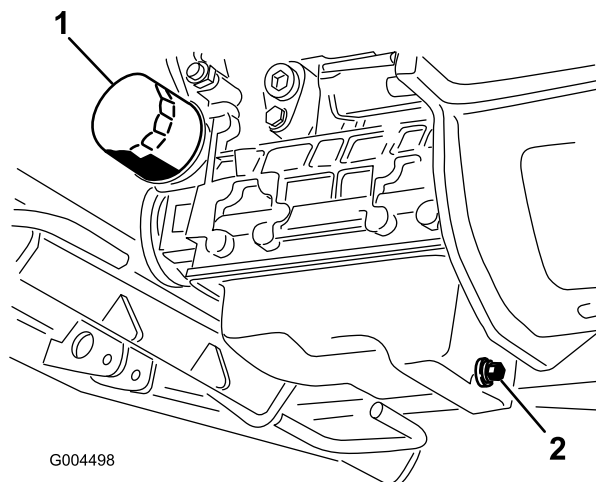

Figure 43
3. Placez un bac de vidange sous le carter en face du bouchon de vidange (Figure 43).
6. Déposez et remplacez le filtre à huile (Figure 43).